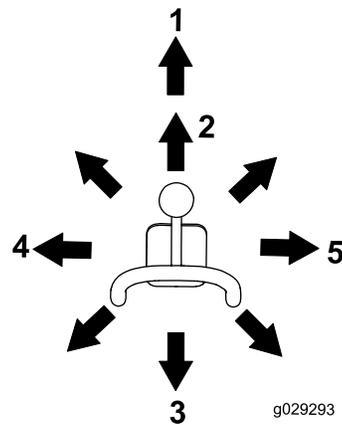

Рисунок 11
- Чтобы наклонить навесное оборудование вперед, медленно перемещайте рычаг вправо (Рисунок 11).
- Чтобы наклонить навесное оборудование назад, медленно перемещайте рычаг влево (Рисунок 11).
- Чтобы опустить стрелы погрузчика, медленно перемещайте рычаг вперед (Рисунок 11).
- Чтобы поднять стрелы погрузчика, медленно перемещайте рычаг назад (Рисунок 11).
- Чтобы опустить стрелы погрузчика в фиксированное (плавающее) положение, нажмите на рычаг до упора вперед (Рисунок 11).